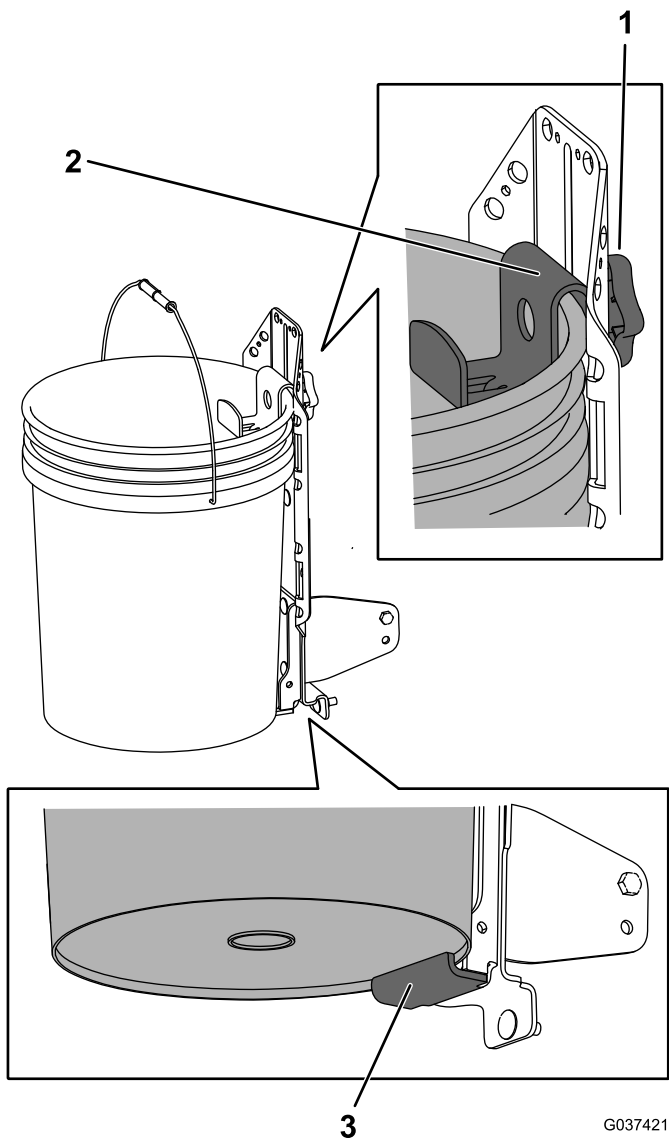

Figura 6
1. Allentate la manopola e sollevate la staffa superiore. Serrate la manopola per fissarla in posizione (Figura 6).
2. Se avete rimosso la staffa della cerniera, posizionate il bordo inferiore del cesto di raccolta sopra la sporgenza inferiore della staffa di supporto saldata (Figura 6).
3. Allentate la manopola e abbassate la staffa superiore quanto possibile sopra il bordo del cesto di raccolta. Serrate la manopola (Figura 6).